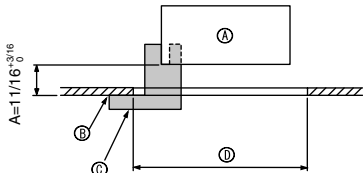
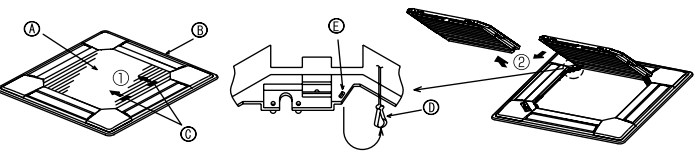
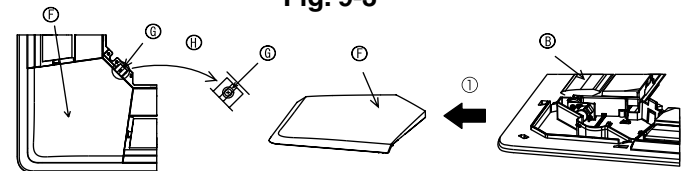

Fig. 9-2
Fig. 9-3
Fig. 9-4
①	Grille	1	950 × 950 (mm), 37-3/8 × 37-3/8 (pouces)
②	Vis avec rondelle captive	4	M5 × 0,8 × 25
③	Jauge	1	(Divisée en quatre parties)
④	Attache	3
⑤	Vis	4	4 × 8
⑥	Vis	1	4 × 12
⑦	Télécommande câblée	1	pour PLP-42BAMD
9.2. Préparation avant d'attacher la grille (Fig. 9-2)
- A l'aide de la jauge ③ fournie avec ce kit, régler et vérifier la position de l'appareil par rapport au plafond. Si l'appareil n'est pas correctement positionné, il y aura des risques de fuites d'air et de la condensation pourrait s'accumuler.
- C) Jauge ③ (insérée dans l'appareil)
9.2.1. Retrait de la grille d'admission (Fig. 9-3)
- Pour ouvrir la grille d'admission, faire glisser les leviers dans le sens indiqué par la flèche ①.
- Lorsque la grille se trouve en position "ouverte", retirer la charnière de la grille d'admission comme indiqué par la flèche ②.
9.2.2. Retrait du panneau en coin (Fig. 9-4)
- Retirer la vis du coin du panneau en coin. Faire glisser le panneau comme indiqué par la flèche ① pour le déposer.
- [Fig.9-3] [Fig.9-4]